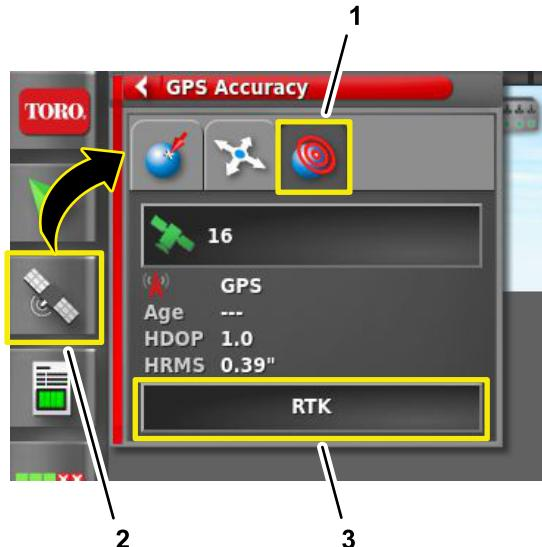

Figura 208
- Sul quadro di comando di GeoLink, premete l'icona INFORMAZIONI GPS (Figura 208).